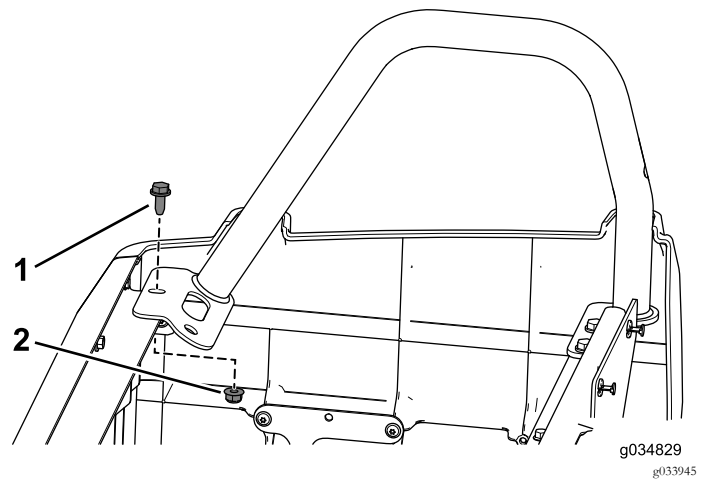

Figura 50
1. Utilice el perno con arandela prensada (3/16" x 3/4") y la tuerca con arandela prensada que retiró anteriormente para sujetar la barra de seguridad trasera derecha a la base del asiento trasero (Figura 50).